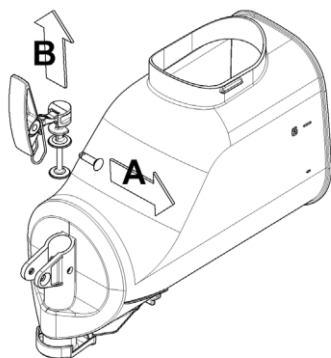

図 7
(6)ハンドルピンを横方向に抜き(A)、ピストンをハンドルごと上方向に抜き取ります。(B) (図 7 参照)